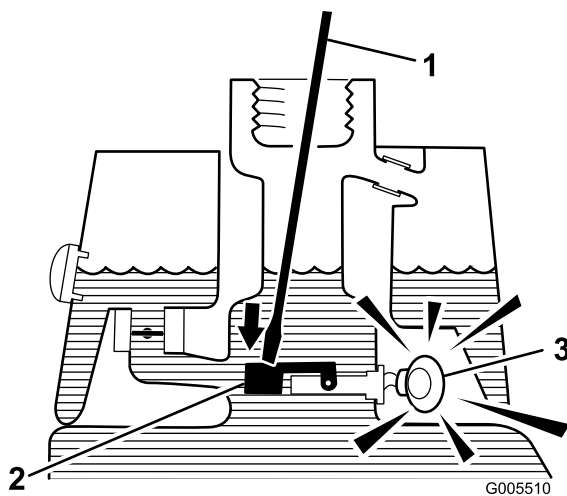

Figure 30
3. Introduisez une tige ou un tournevis propre dans le goulot de remplissage et enfoncez doucement le flotteur (Figure 30). L'alarme doit se déclencher au bout d'une seconde.